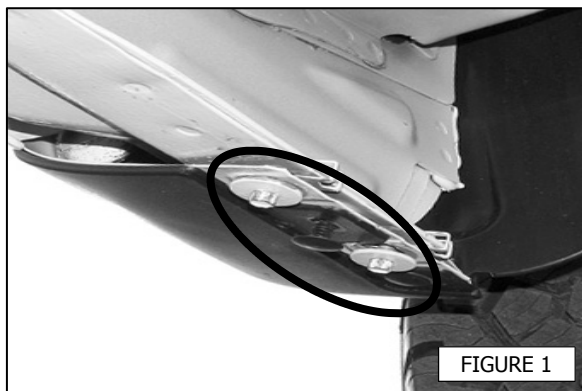

FIGURE 1
2. Starting at the front driver side; remove the (2) small hex bolts and (1) plastic retainer pin located at the bottom of the front fender. Also remove the (2) retaining clips under the fender. (FIGURE 1)
2. Commencez par la partie frontale du côté conducteur ; retirez les deux (2) petites vis hexagonales et la goupille de retenue (1) en bas de l'aile frontale. Retirez également les deux (2) attaches situées sous l'aile. (FIGURE 1)